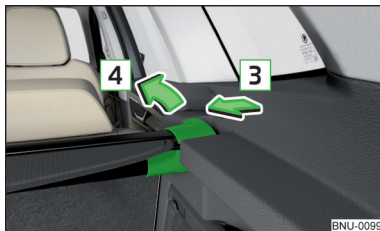

Abb. 146
- ▶ Auf der Seite der Querstange in Pfeilrichtung **3** drücken und die Abdeckung in Pfeilrichtung **4** **herausnehmen** » Abb. 146.